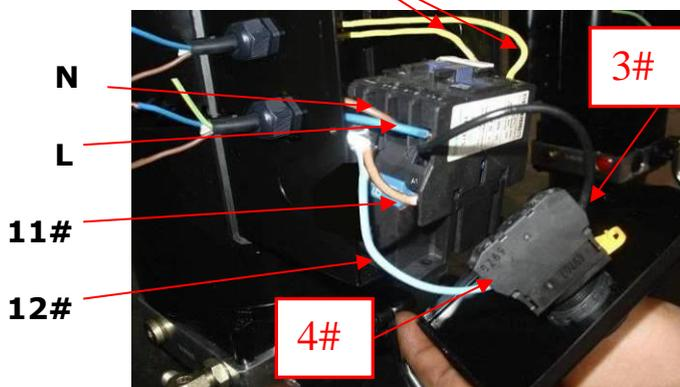

Рис. 46
4. Подключение концевика: Рассоедините клеммы 4# и A1 (см. рис. 45), Затем соедините клеммы 12# и 4# , а 11# с A1 (см. рис. 46).